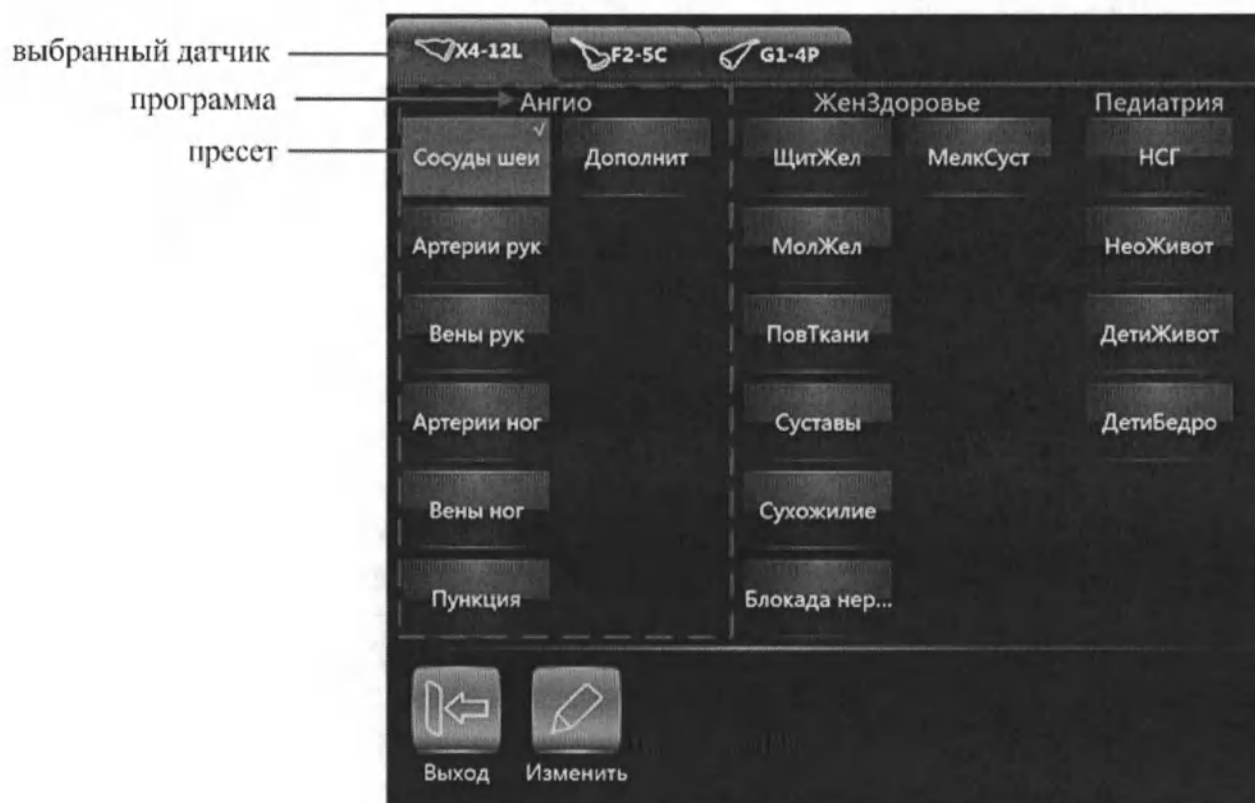

Рисунок 3.8 – Окно выбора датчиков
1. На главном экране дисплея нажмите кнопку  **Датчики и Приложения**, после чего откроется экран с вкладками датчиков (см. Рисунок 3.8), подключенных к системе в текущий момент.
2. Выберите вкладку нужного датчика. Она будет выделена цветом, а ниже будут представлены программы исследования и пакеты предварительных настроек (далее – пресеты) для исследований, поддерживаемых данным датчиком (см. Рисунок 3.8, выбран датчик **X4-12L**).
Пример. На рисунке (см. Рисунок 3.8) выбран датчик X4-12L и пресет Сосуды шеи из программы исследования Ангио.